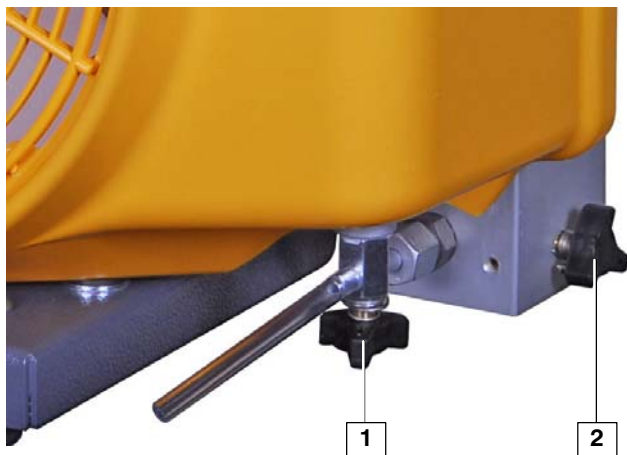

Fig. 12 Robinets de purge
3. S'assurer que le robinet de purge (1, Fig. 12) du séparateur intermédiaire est ouvert. Sur les compresseurs à moteur à essence ouvrir également le robinet de purge (2, Fig. 12) du séparateur final afin de soulager le moteur pendant la phase de démarrage.
5. Refermer les robinets de purge (1 et 2, Fig. 12) une fois que le compresseur a atteint sa vitesse nominale.
6. Le compresseur remplit la bouteille. Contrôler la pression indiquée par le manomètre et purger régulièrement les condensats (toutes les 15 minutes au plus tard) à l'aide des robinets de purge (1 et 2, Fig. 12).
**Avant d'éteindre le compresseur, purger brièvement le séparateur final (ne pas le dépressuriser complètement!) à l'aide du robinet (2, Fig. 12).**
9. Ouvrir le robinet de purge (1, Fig. 12) du séparateur intermédiaire. Le compresseur est prêt à remplir de nouvelles bouteilles. Pour cela répéter la procédure de remplissage décrite ci-dessus.
2. Ouvrir les robinets de purge (1 et 2, Fig. 12), purger brièvement (ne pas dépressuriser complètement) et refermer les robinets.